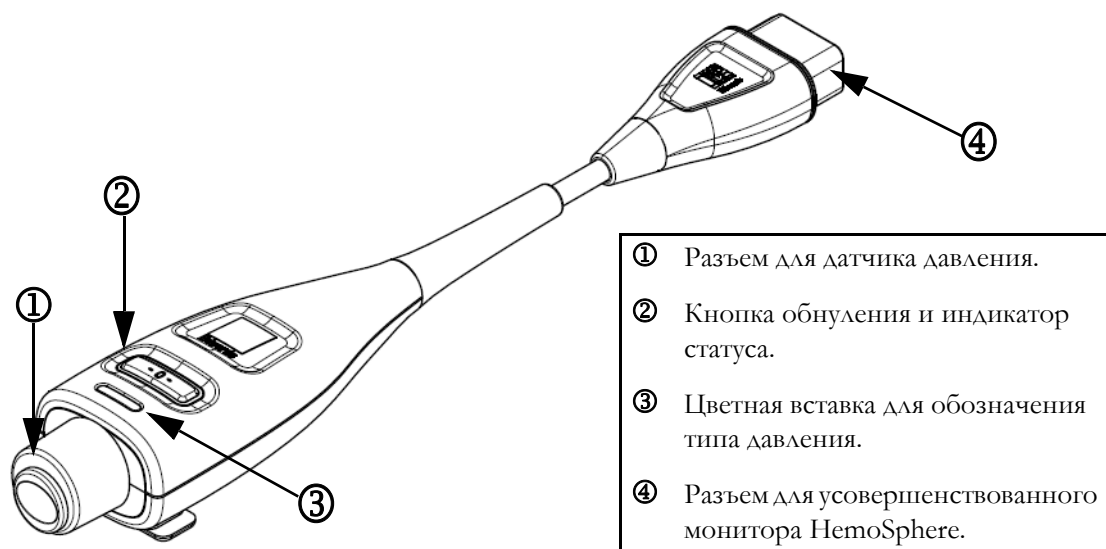

Рис. 10-1 Кабель для измерения давления HemoSphere
Кабель для измерения давления HemoSphere — это устройство многоразового использования, которое подключается к монитору HemoSphere с одного конца ④ и к любому утвержденному отдельному одноразовому датчику давления (DPT) Edwards или датчику с другого конца ①. См. рис. 10-1 на странице 155. Кабель для измерения давления HemoSphere получает и обрабатывает одиночный сигнал давления от совместимых DPT, например одноразового датчика давления TruWave, или датчика FloTrac. Датчик FloTrac или FloTrac IQ/Acumen IQ подключается к имеющемуся артериальному катетеру для минимально инвазивного измерения гемодинамических параметров. Датчик TruWave может подключаться к любому совместимому катетеру для мониторинга давления для измерения внутрисосудистого давления на том или ином участке. См. подробные инструкции по размещению и использованию катетера и соответствующие предупреждения, предостережения и примечания в указаниях по использованию в комплекте с каждым катетером. Мониторинг кабеля HemoSphere для измерения давления можно осуществлять в двух режимах с разной технологией мониторинга, основанных на использовании сопряженного датчика и преобразователя: в режиме мониторинга с датчиком **FloTrac** или **FloTrac IQ/Acumen IQ** или в режиме мониторинга с катетером **Swan-Ganz**. Режим мониторинга указывается на информационной панели (см. рис. 5-19 на странице 98). Внешний вид и точки соединения кабеля для измерения давления HemoSphere показаны на рис. 10-1.
Цветная вставка для обозначения типа давления. При желании на кабеле для измерения давления можно использовать соответствующего цвета вставку для обозначения типа отслеживаемого давления. См. ③ на рис. 10-1 ниже. Предусмотрены следующие цвета:
- 7 Подсоедините зеленый разъем к заправленному датчику FloTrac одним прямым движением. Светодиод кабеля для измерения давления вокруг кнопки обнуления (см ② на рис. 10-1) начнет мигать зеленым, указывая на обнаружение датчика давления. Желтый свет указывает на сбой. Если это происходит, для получения подробной информации о сбое обратитесь к панели состояния.
Нажмите физическую кнопку обнуления  на самом кабеле для измерения давления (см. рис. 10-1).